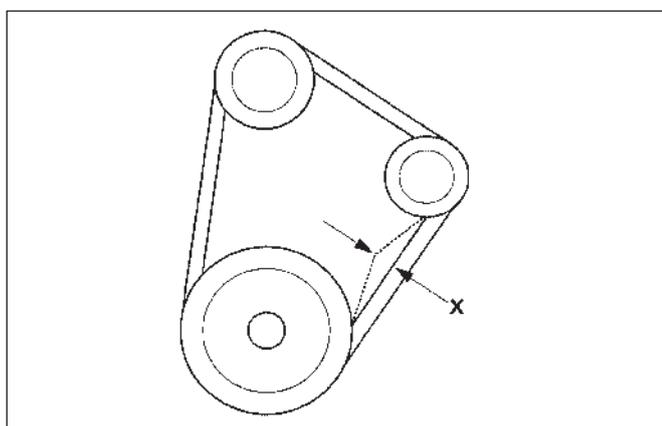

FIG. 6-21
**FIG. 6-21:** Une tension correcte de la courroie du ventilateur contribue à assurer une bonne circulation du liquide de refroidissement dans le bloc-cylindres et le radiateur. La tension de la courroie est bonne quand le fléchissement de la courroie est d'environ 12 mm en appuyant avec le pouce au milieu de la courroie.